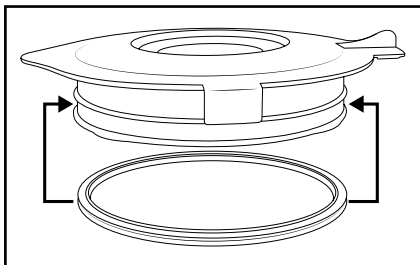

Bild 3
- Rengör bara mixerbehållaren ❸ med en långskaftad diskborste så att du inte skadar dig på kniven ❹.
- Diska doseringskoppen ❶ och locket ❷ i vatten och mildt diskmedel. Gummitätningen ❸ kan tas av och rengöras för hand. Kontrollera om gummitätningen ❸ sitter som den ska innan du sätter på locket ❷ igen (bild 3).